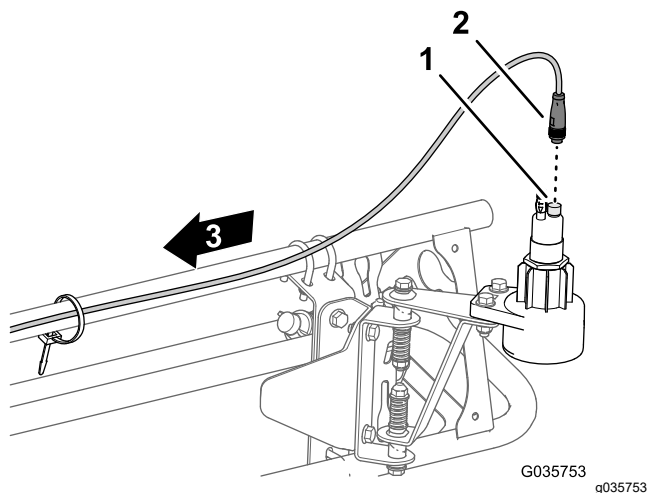

Figura 22
1. Ligue o conector de 4 tomadas redondo da cablagem do sensor ao conector de 4 pinos do sensor (Figura 22).